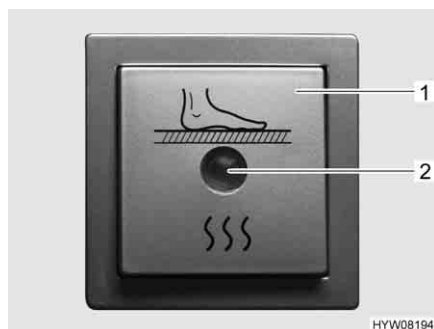

Fig. 91 Interruttore per riscaldamento elettrico del pavimento
- Premere l'interruttore a bilico (Fig. 91,1). La spia di controllo nell'interruttore (Fig. 91,2) si accende.
- Premere l'interruttore a bilico (Fig. 91,1). La spia di controllo (Fig. 91,2) nell'interruttore si spegne.